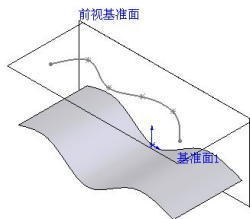

图 7-10 以等轴测方向显示视图
(4) 选择基准面 1 为草图绘制平面，单击【草图】工具栏中的【样条曲线】按钮，绘制一条样条曲线。
(5) 单击【标准视图】工具栏中的【等轴测】按钮，将视图以等轴测方向显示，如图 7-10 所示。